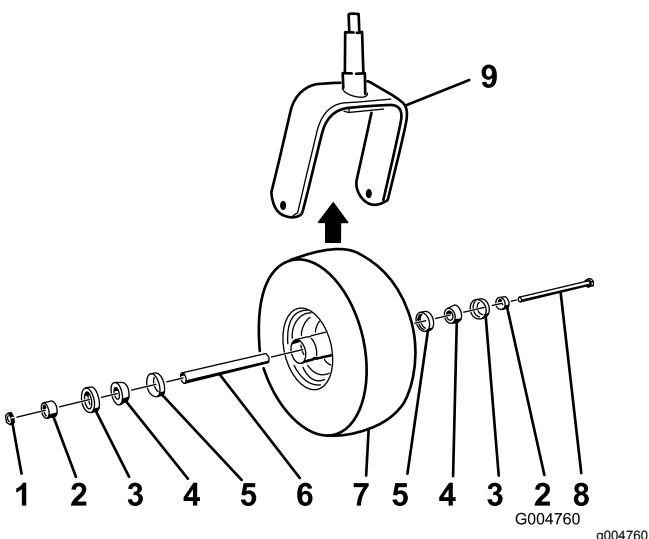

Figura 42
2. Retire a porca de bloqueio do parafuso (Figura 42).
5. Monte a roda empurrando os rolamentos cónicos e vedantes, cheios de massa lubrificante, para dentro do cubo da roda, posicionado conforme ilustrado em Figura 42.